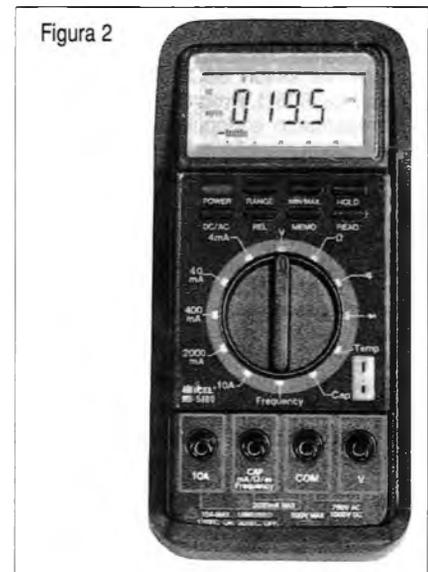

Figura 2
c) Profissional - neste caso temos tipos analógicos e digitais. O ponto comum é o uso de FET (Transistores de Efeito de Campo) na entrada, que lhe garante uma sensibilidade de dezenas de megohms, independentemente da escala usada. Recursos especiais como escalas de dB e prova de componentes são encontrados em muitos destes instrumentos. Um exemplo deste tipo de instrumento é mostrado na figura 2.